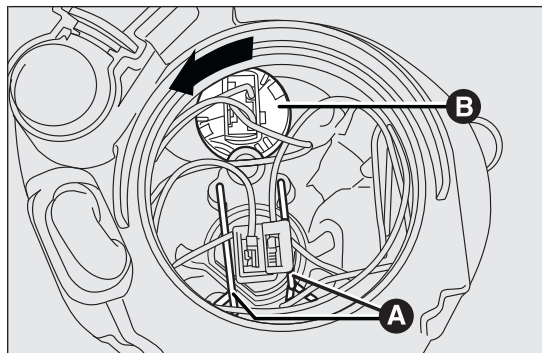

fig. 114
- libérer les deux agrafes de maintien de l'ampoule A fig. 114;
tourner la douille B fig. 114 dans le sens inverse des aiguilles d'une montre et l'extraire ;